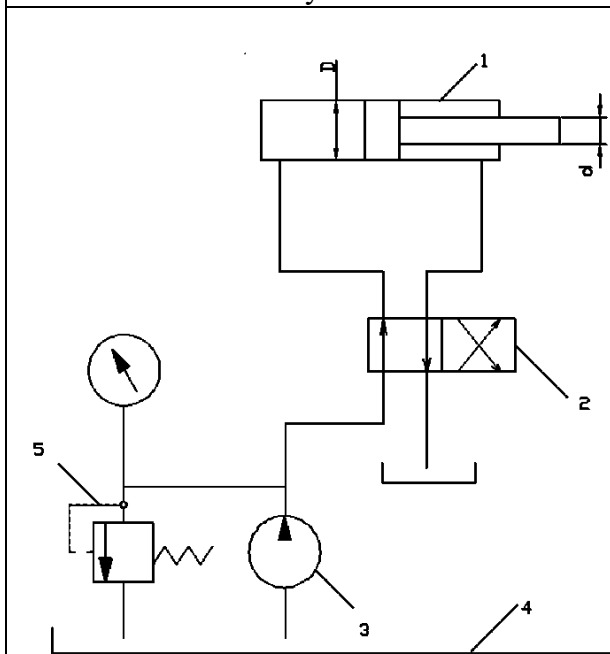

Рисунок 3
3. В объемном гидроприводе (рис. 3) насос 3 при вращении своего приводного вала с частотой  $n = 1500$  об/мин развивает подачу  $Q_n = 0,4$  л/с. Уплотнение поршня диаметром  $d = 40$  мм в гидроцилиндре 1 манжетное. Утечка масла в гидросистеме не превышает  $\Delta Q = 1,5$  см3/с. С учетом утечки масла в гидросистеме определить, с какой частотой необходимо вращать приводной вал насоса для сообщения поршню гидроцилиндра скорости  $v = 7$  см/с при его движении а) вправо, б) влево.